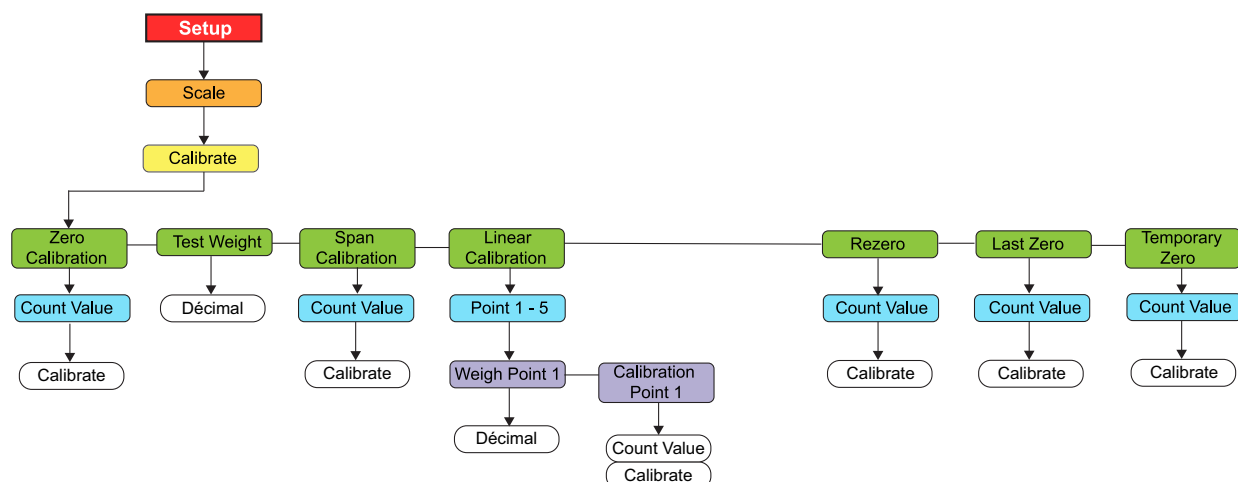

Figure 4-1. Menu Calibration
1. Mettre l'indicateur en mode configuration, voir la Figure 3-1, page 32, (ou utiliser la touche  si l'audit métrologique est activé) et parcourir le menu jusqu'à **Calibrate** (Figure 4-1, page 56).